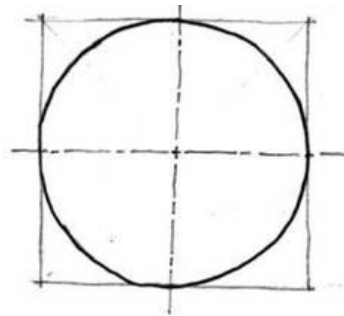

Figura VIII-9. Trazado de circunferencia grande paso 3
Paso 3: se completa el trazado de la circunferencia (figura VIII-9).